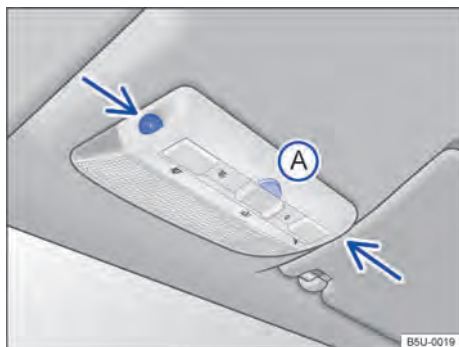

Fig. 58 No console do teto: sensores de monitoramento do interior do veículo e tecla **(A)** para desligar o monitoramento do interior do veículo.
O monitoramento do interior do veículo dispara o alarme com o veículo travado, se reconhecer movimentos no interior do veículo. O sensor e o receptor estão localizados no conjunto da lanterna de leitura → **Fig. 58** (setas).
- Pressionar a tecla → **Fig. 58 (A)**. No painel de instrumentos, a luz de controle **⚠** se acende.